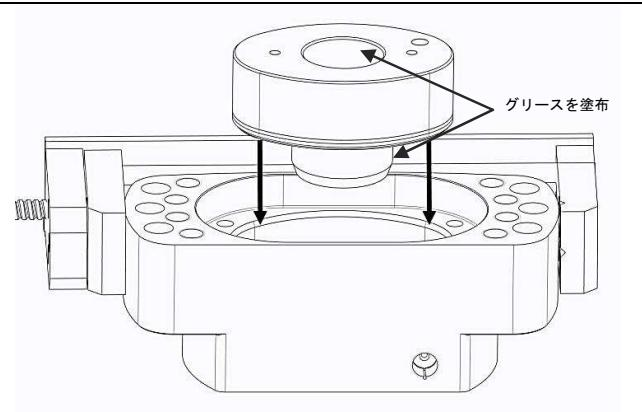

図 4.9 グリースの塗布およびピストンの取り付け
a) ピストンアッセンブリをボディにスライドさせるとときは、内側面に損傷を与えないように注意します。（図 4.9）